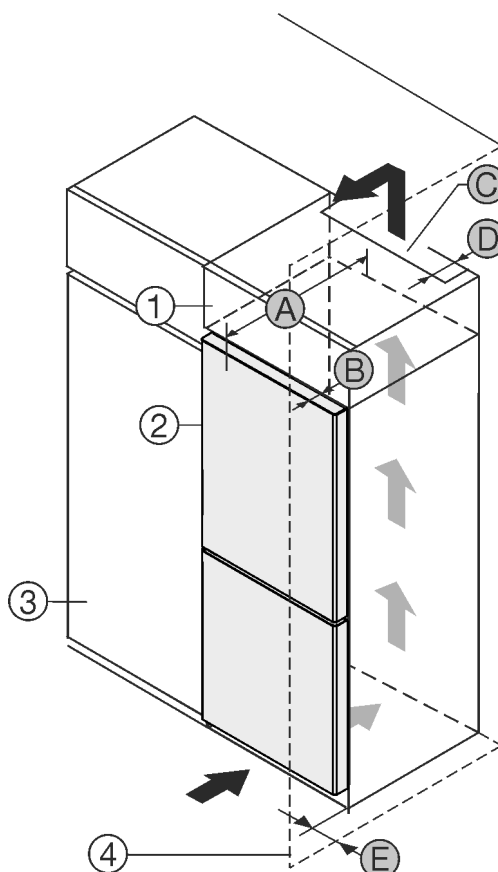

Fig. 1
Můžete přístroj nainstalovat přímo vedle kuchyňské skříňky *Fig. 1 (3)**.
Na zadní straně nastavné skříňky musí být větrací šachta hluboká *Fig. 1 (D)* přes celou šířku nastavné skříňky.*
Pod stropem místnosti musí být dodržen ventilační průřez *Fig. 1 (C)**.
Když přístroj instalujete závěsy vedle stěny *Fig. 1 (4)*, musí být vzdálenost mezi přístrojem a stěnou minimálně 13 mm.*
Když přístroj instalujete závěsy vedle stěny *Fig. 1 (4)*, musí být vzdálenost mezi přístrojem a stěnou minimálně 20 mm.*
Aby bylo možné dvířka plně otevřít, musí přístroj přesahovat o hloubku dvířek *Fig. 1 (B)* vůči přední linii kuchyňské skříňky. V závislosti na hloubce kuchyňských skříněk *Fig. 1 (3)* a použití vymezovačů odstupu od stěny může přístroj vyčnívat dále.*